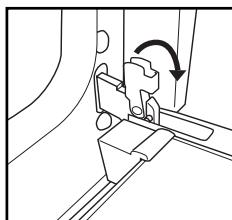

Fig. 1
2. Løft opp de to stopperne og trykk dem forever så langt de går (fig. 1).